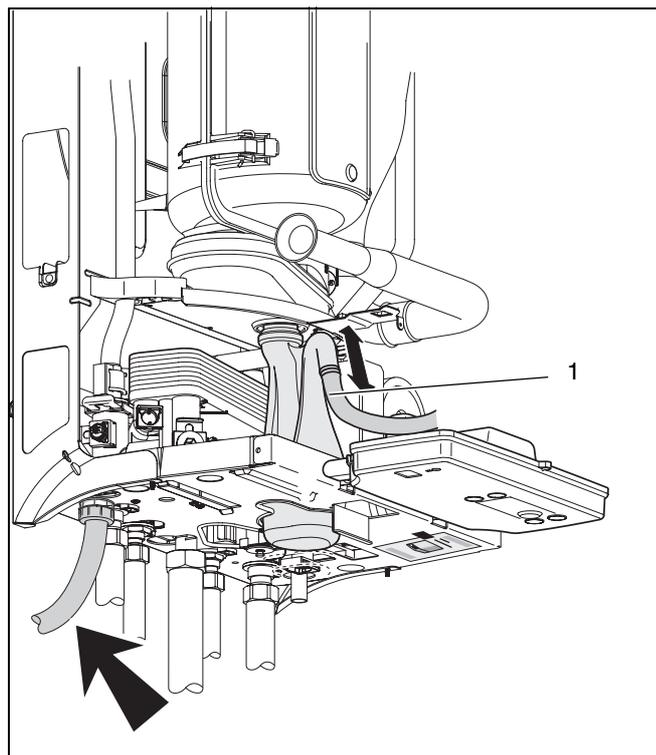
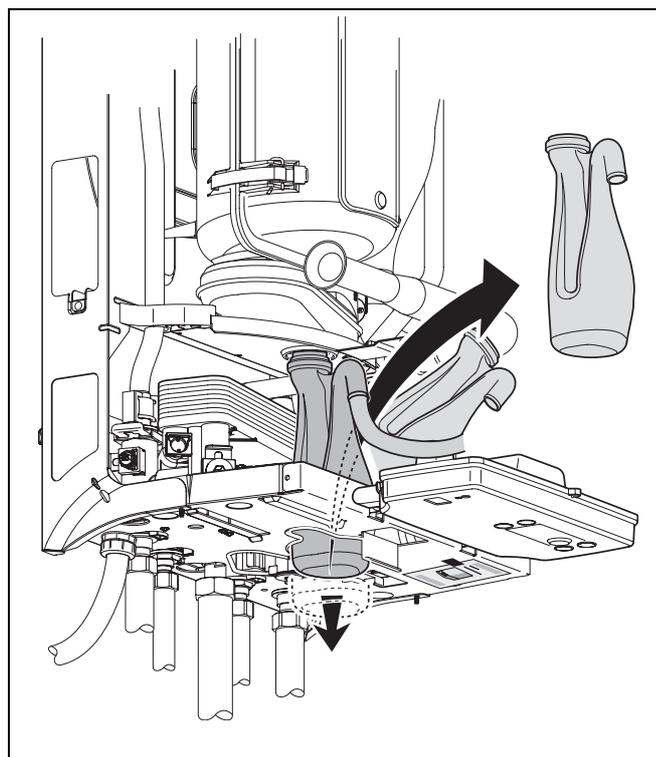

Fig. 41 Retirer la conduite d'écoulement des condensats
Fig. 42 Retirer le bac des condensats
- Retirer le bac des condensats (fig. 41 et fig. 42).
- Retirer la conduite d'écoulement des condensats (voir fig. 41, pos. 1) ainsi que le siphon.
- Retirer le bac des condensats et le siphon (voir fig. 41 et fig. 42).